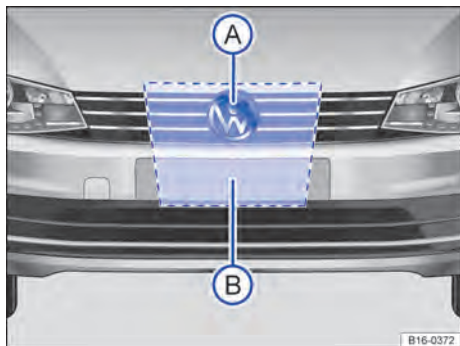

Fig. 128 Na grade do radiador, atrás do logo VW: sensor do radar (A) e área que deve ser mantida livre em volta do sensor do radar (B).
Para a detecção da situação do trânsito, está instalado um sensor do radar → Fig. 128 (A) na grade do radiador atrás do logo VW. Assim, os veículos à frente podem ser reconhecidos a uma distância de até aproximadamente 120 m.
A área frontal e ao redor do sensor do radar → Fig. 128 (B) não deve ser coberta por etiquetas adesivas, faróis adicionais, moldura decorativa das placas de licença ou coisas semelhantes, porque isso pode comprometer a função do Front Assist.